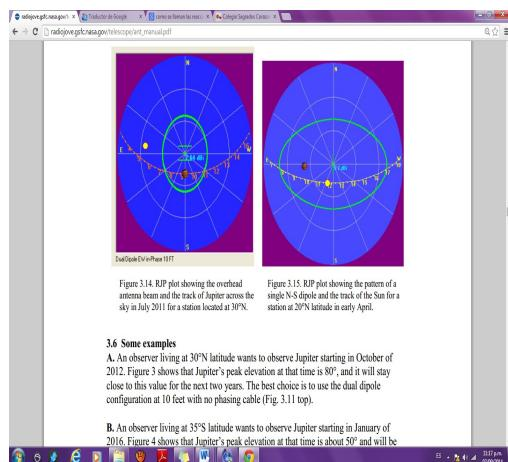

Figura 3.15. RJP gráfico que muestra el patrón de un único N-S dipolo y la pista del Sol para un lugar a  $20^{\circ}$  de latitud norte a principios de abril.
Radio Jupiter Pro se utiliza para predecir cuándo es probable que ocurran emisiones de Júpiter, nos permite ver la pista de Júpiter (o el Sol) a través del cielo, y para visualizar el patrón del haz de la antena en el cielo (utilizar la pantalla Sky Map en RJP). Figura 3.14 representa el cielo por encima de observador estacional usando una antena dipolo dual Jove con los cables que corren de este a oeste (las dos líneas paralelas cerca del centro de la trama representan los dipolos). La antena a 10 pies con cero puesta en fase produce una viga superior. La pista muestra como Júpiter entra en la viga de la antena en 0730 UTC y dejando la viga a las 11 UTC. La figura 3.15 muestra una pista para el Sol y el patrón para un solo dipolo NS.
D. Para las observaciones solares un dipolo simple es suficiente, ya que el ruido de radio rompe desde el Sol y puede ser mucho más fuerte que la de Júpiter. El dipolo simple ocupa menos espacio y es más sencillo de construir y esto puede ser una ventaja para algunos observadores. Las señales serán más débiles que si se usa la matriz de doble dipolo, pero debería ser suficiente fuerte para la detección fácil de muchas ráfagas solares. De este-oeste orientado el dipolo simple a una altura de 15 pies proporcionará buena cobertura por unas horas de observaciones solares alrededor del mediodía local de durante todo el año para las estaciones situadas entre aproximadamente  $35^{\circ}$  de latitud norte y sur (Fig. 3.10). Un único dipolo orientado norte-sur proporcionará un haz ancho de este a oeste y puede ser preferible para algunas estaciones en algunas épocas del año (Figura 3.15).